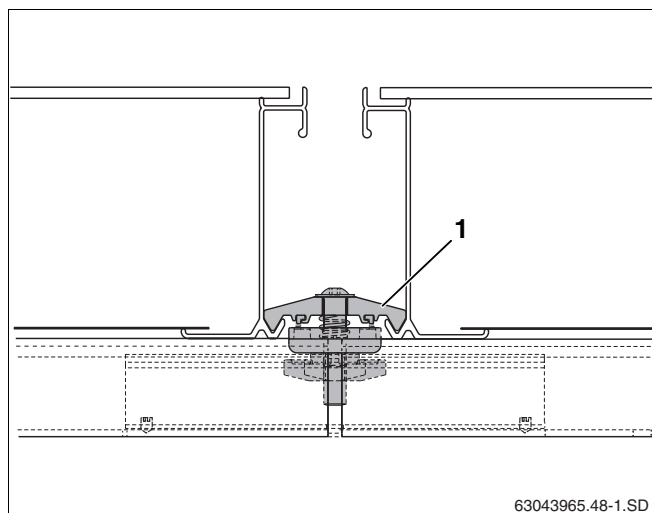

Fig. 51 Tendeur double face entre 2 capteurs
Le serre-flanc (fig. 51, **pos. 1**) du tendeur s'insère maintenant dans le bord inférieur du capteur.